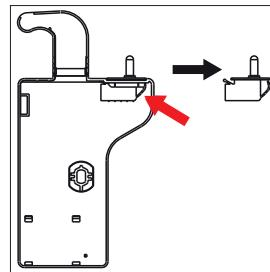

Fig. 3
- ▶ Tryk den markerede laske på dørkontakten ned for at kunne fjerne dørkontakten fra hængselsafdækningen (1) (fig. 3).